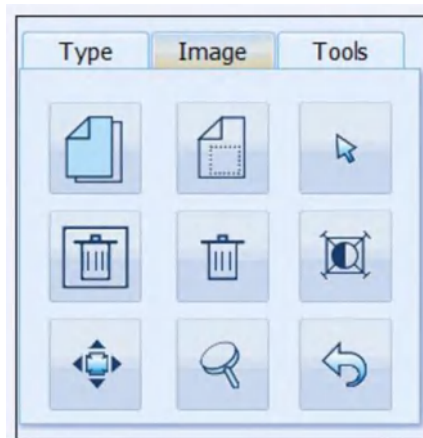

Рисунок 9-18 Настройка изображения
1. Нажмите [Съемка → Изображения] [Filming → Image], как показано на рис. 9-18.